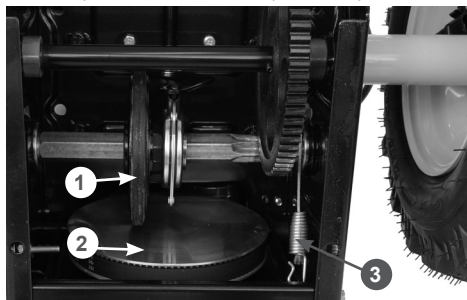

**Рис. 9 Регулировка троса включения шнеков**
- нажмите рычаг включения шнеков. При полностью нажатом рычаге включения шнеков пружина 1 должна быть растянута на 0,5 - 1 см (Рис. 9);